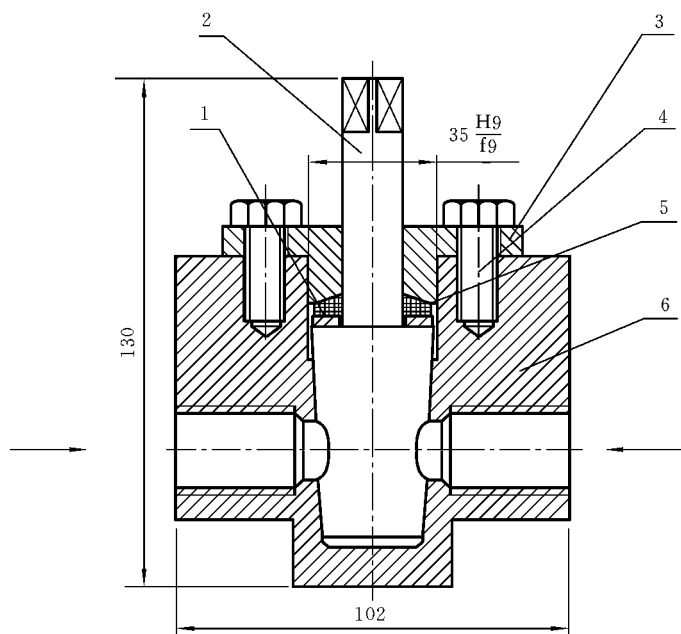

图 9.8 旋塞装配图示例
③ 在“设计中心”窗口的左边树状图中选择已绘制的旋塞的零件图所在的文件夹,在右边内容区选择文件“阀体.dwg”,并单击鼠标右键,在快捷菜单中选择“插入为块”命令;在弹出的“插入”对话框中,选择“分解”,单击“确定”。命令行提示“指定块的插入点”,在绘图区域单击,插入“阀体”图形。
④ 关闭设计中心。
⑤ 修改图形,将多余的图线删除。
⑥ 重复步骤 2~5,分别将另外阀芯、压盖、螺钉、垫圈四个零件图插入“旋塞装配图”图形文件中,使用移动、删除等修改命令,得到完整的旋塞装配图,如图 9.8 所示。